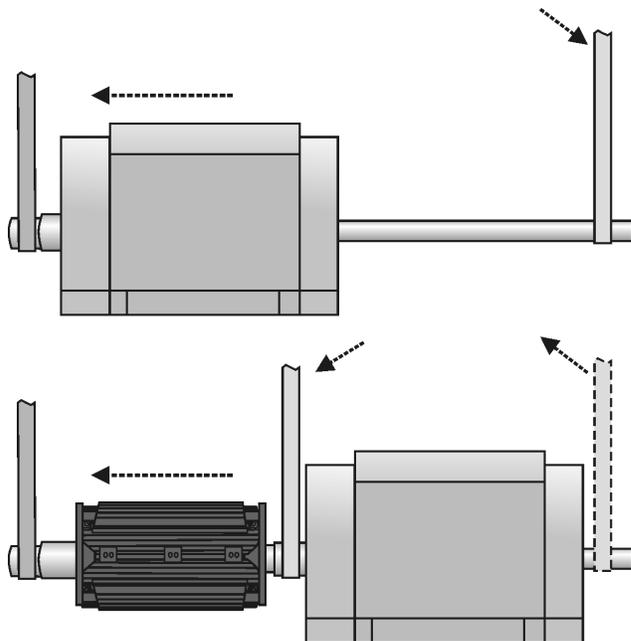

Figure 23 Ajustement du rotor
9. Ajustez le rotor (voir la Figure 23). Fixez d'abord un tube sur l'arbre sur l'extrémité de l'entraînement. Attachez des élingues autour du tube sur une extrémité et autour de l'arbre sur l'autre extrémité. Soulevez le rotor et sortez-le en le posant sur les élingues qui sont déplacées le long du tube pour passer à l'étape suivante de levage.